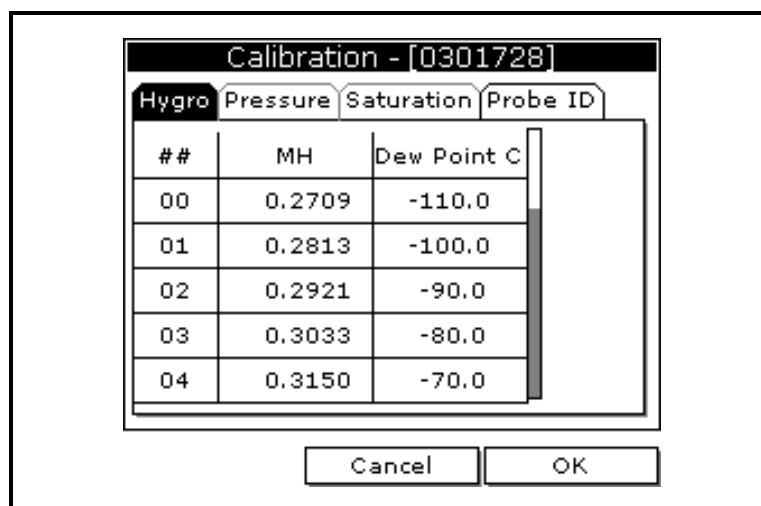

图 1-5 : Calibration（校准）中的 Hygro（湿度）窗口
4. 若有必要，请使用方向键滚动至 Hygro（湿度），然后按 [ENTER]（进入）。将出现类似于下图 1-5 的屏幕。